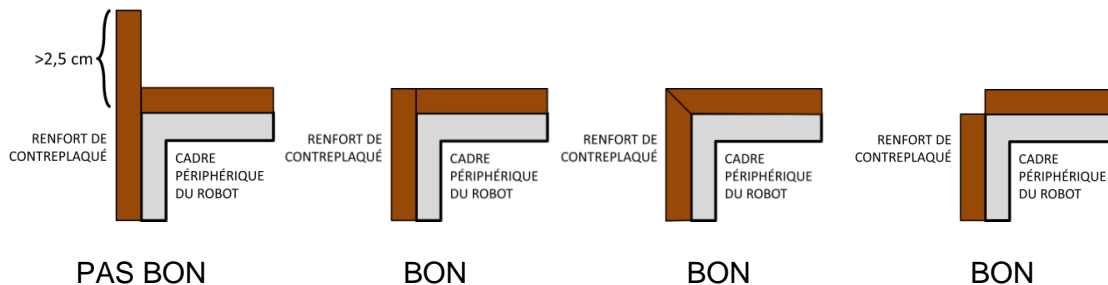

Figure 4-4
- [R28]** Les pare-chocs doivent être construits selon les instructions suivantes: (voir Figure 4-4):
- Les pièces rigides du pare-chocs (par exemple la planche de contreplaqué, les attaches, etc.) ne doivent pas dépasser de plus de 2,5 cm (1") au-delà du cadre périphérique (voir Figure 4-4).